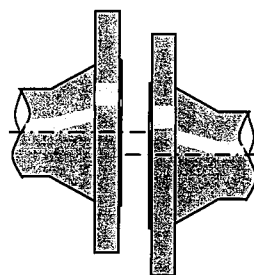

図2 軸差がある
- 相対するフランジの軸差があると、ガスケットが正しい位置にセッティングできないため修正してください。（図2参照）